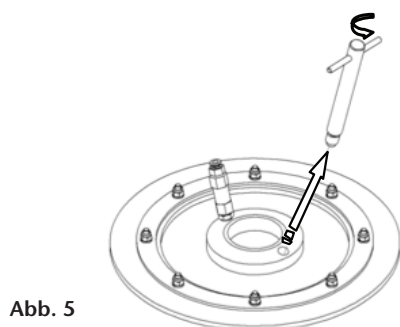

Abb. 5
- Lösen und entfernen Sie die Mitnehmer-Entlüftungsstange von der Platte, aber halten Sie sie in der Nähe (Abb. 5).